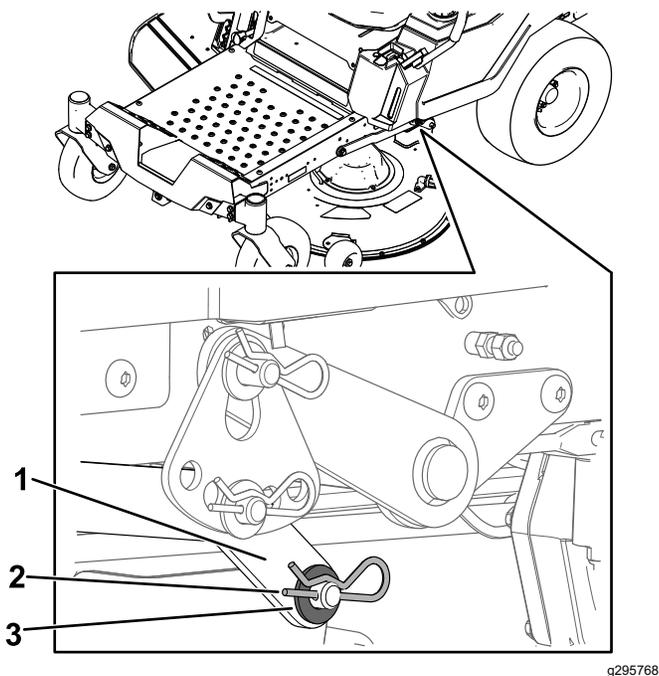

Рисунок 77
7. На одной стороне машины извлеките шайбу и шплинт из штифта деки (Рисунок 77).
8. Снимите подъемный рычаг со штифта деки (Рисунок 77).
5. На одной стороне машины поднимите заднюю часть деки газонокосилки и установите подъемный рычаг на штифт деки (Рисунок 77).
6. Установите подъемный рычаг с помощью шайбы и шплинта (Рисунок 77).